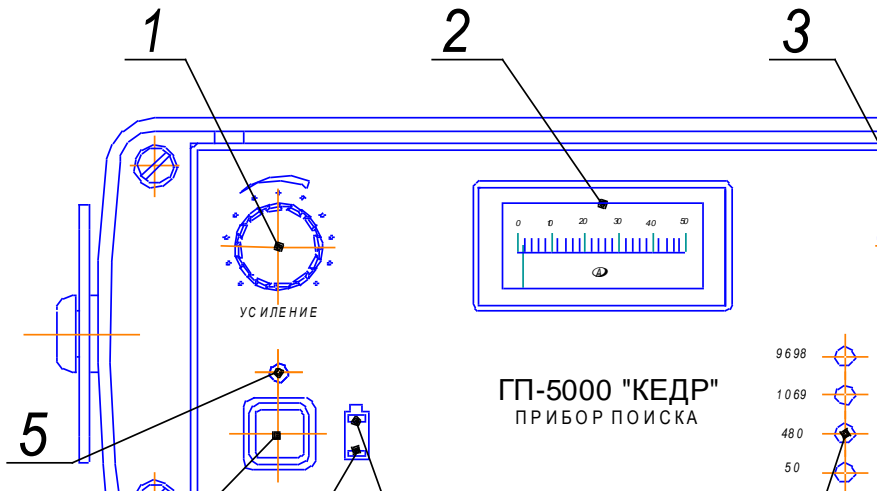

Рис.2
5.2.1 На рис.2 представлен вид передней панели электронного блока.
Состояние аккумулятора при работе показывается индикатором 6 (Рис.2). При остаточном заряде 30% светодиод окна начинает мигать, при остаточном заряде 10% светодиод горит непрерывно, при полном разряде аккумулятора приёмник выключается.
Для зарядки аккумулятора используется разъём mini USB на задней стенке. В комплекте поставляется сетевой адаптер с разъемом miniUSB, также прибор можно заряжать от порта компьютера или автомобильного адаптера с напряжением +5В (не 12 Вольт!), в комплекте не поставляется. Во время зарядки загорается зеленый сегмент индикатора зарядки аккумулятора 7 (рис. 2). По завершении зарядки индикатор погаснет. Время зарядки полностью разряженного аккумулятора занимает не более 5 часов. При эксплуатации допускается неполный заряд аккумулятора.